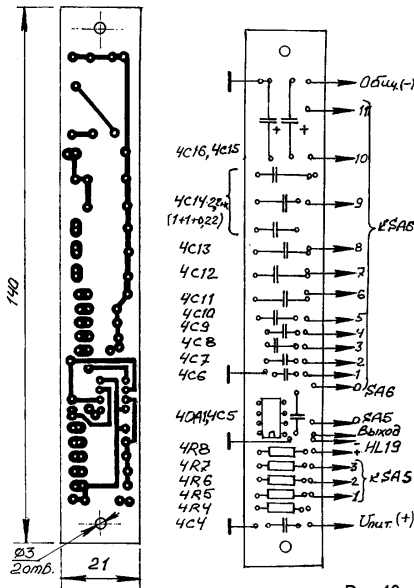

Рис.10
ГПИ собран на печатной плате малой высоты (рис.10) размерами 140x21 мм, которая закреплена в корпусе прибора на двух уголках. Плата выполнена из двустороннего фольгированного стеклотекстолита толщиной 1,5 мм. Слой фольги со стороны установки деталей сохранен там, где это возможно и служит общим проводом. 4 точки, обозначенные на рис.10 как общий провод, следует соединить вместе.
- 3) плата ГПИ - 1 шт. (рис.10).